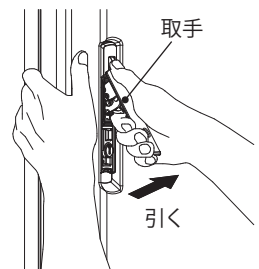

図 2
2. 扉を押さえ、取手を握り手前に引いてください。(図 2)